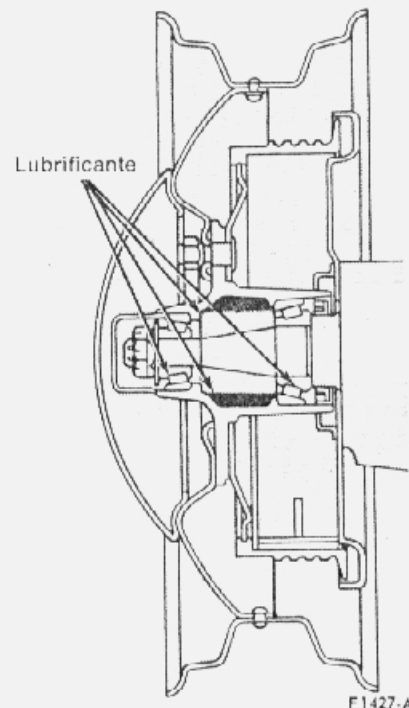

fig. 2 — lubrificação do cubo da roda dianteira
9. Lubrificar a parte interna do cubo com a graxa especificada para rolamentos de rodas. Colocar lubrificante no cubo somente até que a graxa fique no mesmo nível do diâmetro interno das capas do rolamento (fig. 2).